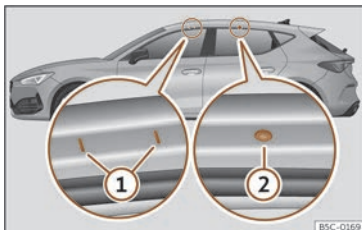

Fig. 136 Punts de fixació de les barres longitudinals per al portaequipatges del sostre (Leon).
Els punts de fixació davanters i posteriors ① i ② només es poden veure amb les portes obertes»» **fig. 136**.